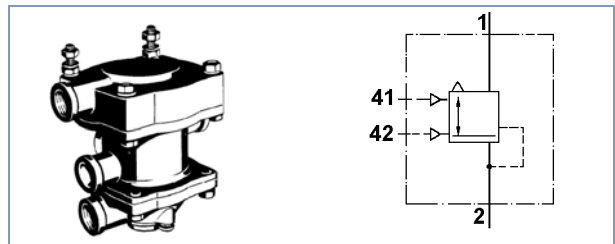

Fig. 1 Válvula de control remolque 973 002 ... 0 / Símbolo de operación
- Conectar el aparato en los empalmes del banco de prueba (véase fig. 1) o según el esquema de comprobación.